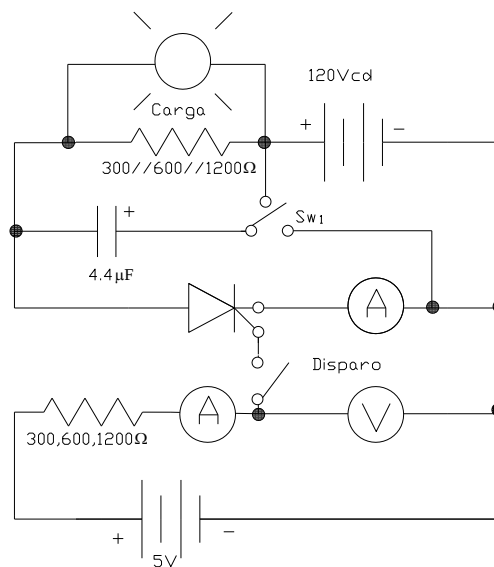

Figura 3.2: Bloqueo por voltaje inverso.
9. Arme el siguiente circuito de la figura 3.2, que muestra un bloqueo por voltaje inverso.